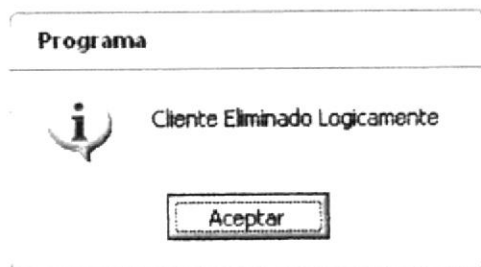

Figura 4.36 Mensaje de Eliminación de Cliente
Seleccione del Menú Mantenimiento la opción titulada “*Cliente*” y después clic; a continuación aparecerá lo siguiente (Ver figura 4.36)
3. Si se ha realizado la eliminación aparecerá el mensaje (Ver figura 4.36)